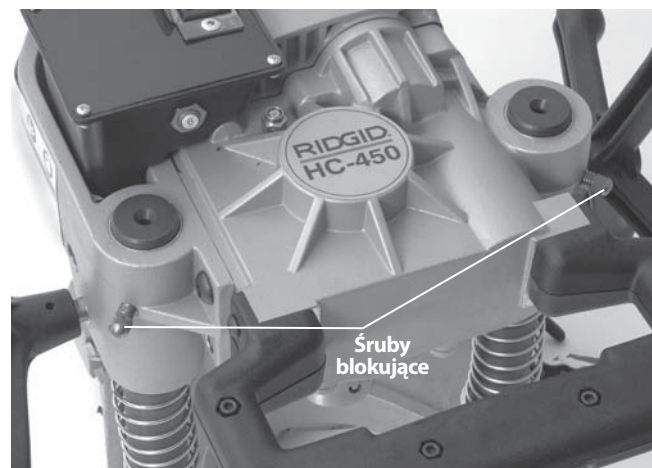

Rysunek 12 – Umieszczenie szczotek - zdjęta pokrywa silnika
- Za pomocą szczypiec wyciągnąć szczotki. Odłączyć przyłącze. (Patrz Rysunek 12.)